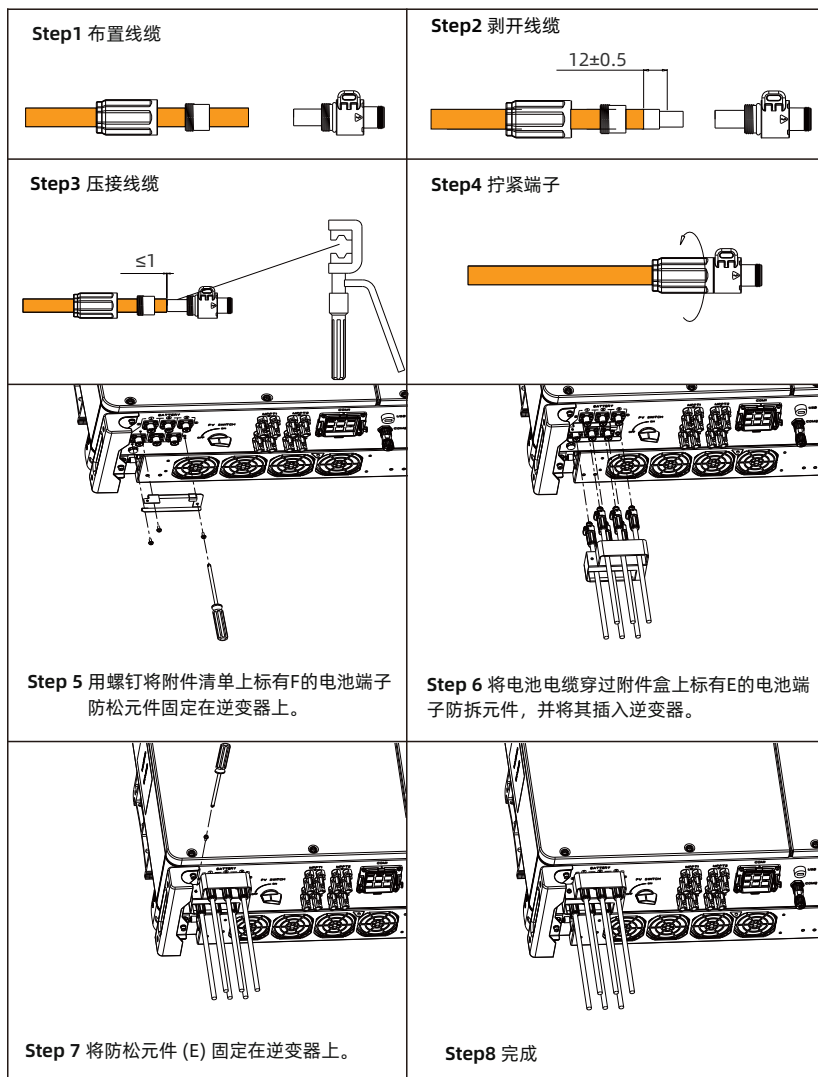

图6.15 电池端子接线步骤图
- 5) 将压接端子的电池线缆对插在机器的电池端子上，完整步骤如图6.15所示。